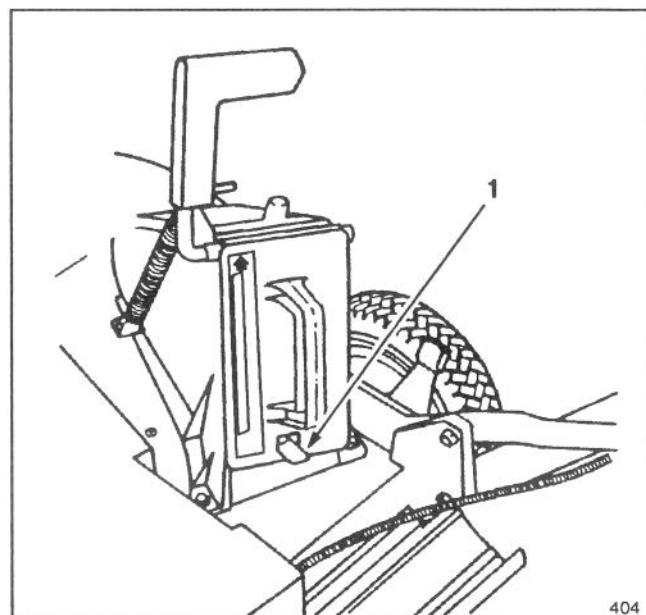

Figure 3
- Engager l'obturateur à fond jusqu'à ce que le loquet à ressort du bas de l'obturateur s'encliquette, assujettissant fermement ce dernier dans le conduit de l'éjecteur (Fig. 3). Relâcher la poignée de la porte de l'éjecteur pour verrouiller le haut de l'obturateur.